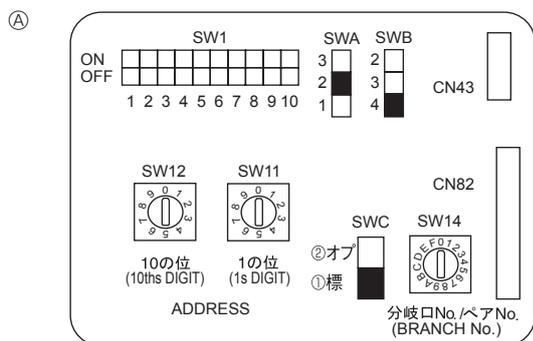

Fig. 4-4
4.6. Установка переключателей при высоком потолке или при изменении числа выходов воздуха (Fig. 4-4)
- ③ Беспроводной пульт дистанционного управления (при установке беспроводного ресивера сигналов)
4.5. Установка адресов (Fig. 4-4)
4.7. Определение температуры в помещении встроенным датчиком пульта дистанционного управления (Fig. 4-4)